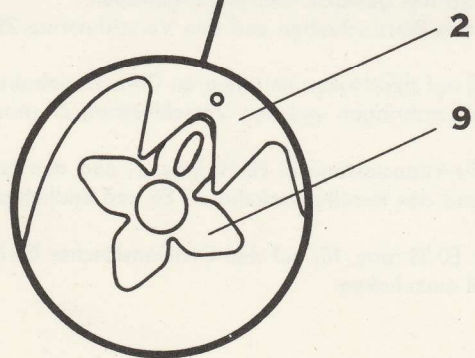

FIG. 8.2
dass die Zähne des Kupplungssegmentes (pos. 2) und der Kupplungstrommel E0-62 (pos. 9) richtig miteinander in Eingriff kommen. Zu diesem Zweck ist das Kupplungssegment mit einem Punkt versehen, der einem entsprechend gekennzeichneten Zahn auf der Kupplungstrommel gegenüberstehen muss (siehe Fig. 8.2).